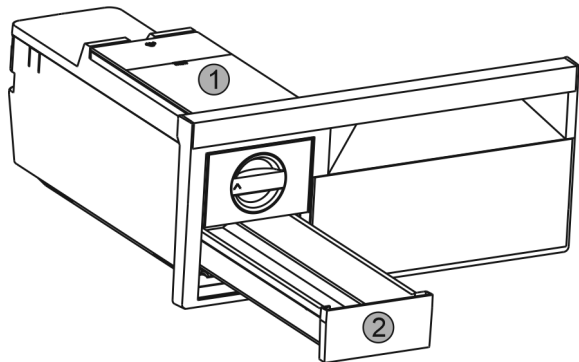

Fig. 79
- ▶ Rimuovere il serbatoio dell'acqua Fig. 79 (1) e il cassetto dei cubetti di ghiaccio Fig. 79 (2).